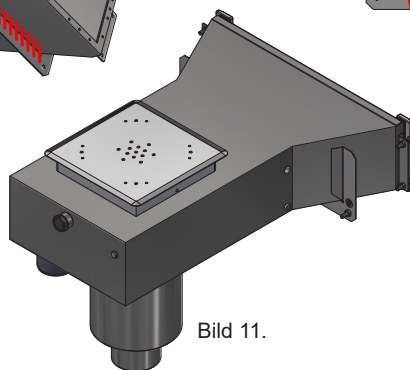

Bild 11.
- Före gjutning; maskera bräddavloppets frilagda fläns och öppningar för att undvika fula fläckar av betongstänk. Öppningarna i bräddavloppets bakkant för nivåvakt, överbräddning samt påfyllnad kan tätas med medföljande pluggar, se bild 11.